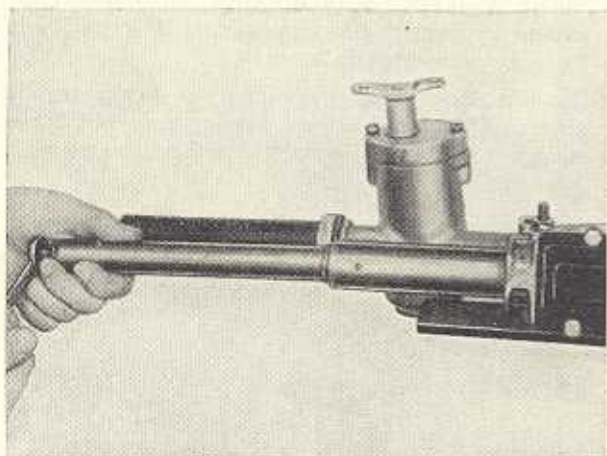

Bild F 17. Herausschrauben der Bundmutter
3. Wenn die inneren Spurstangengelenke zerlegt werden sollen, müssen an den Schubstangenenden die Verstemmsicherungen zurückgeschlagen und die Bundmutter mit Steckschlüssel W-210 632 herausgeschraubt werden (Bild F 17). Anschließend können die Einzelteile der Kugelgelenke herausgenommen werden.